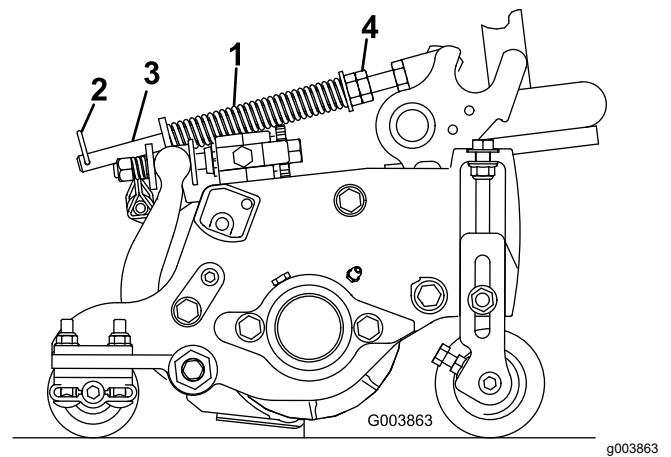

Figura 18
2. Serrate i dadi esagonali sulla parte anteriore dell'asta della molla fino a ridurre la lunghezza compressa della molla a 12,7 cm sugli apparati di taglio da 12,7 cm oppure a 15,9 cm sugli apparati da 17,8 cm (Figura 18).
La molla di compensazione per il manto erboso (Figura 18) trasferisce inoltre il peso dal rullo anteriore a quello posteriore. per contribuire a ridurre l'ondulazione del manto erboso, detta anche fluttuazione o bobbing.
1. Verificate che la coppiglia sia montata nel foro posteriore dell'asta della molla (Figura 18).